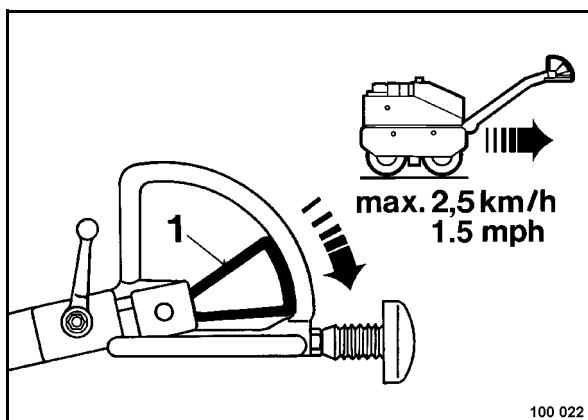

Fig. 29
- Mover la palanca (1) (Fig. 29) poco a poco hacia atrás; la máquina acelera continuamente hacia atrás.